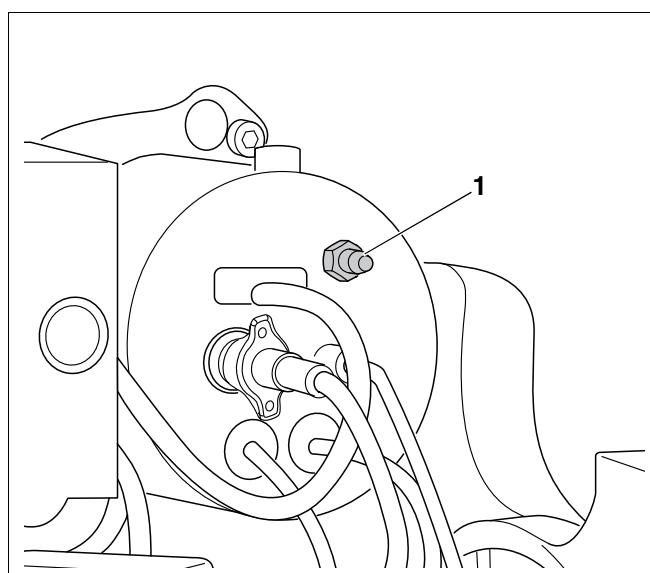

Fig. 36 Point de mesure pour la pression statique du ventilateur
- Raccorder l'appareil de mesure pour la pression statique du ventilateur sur la tuyère de mesure de pression (fig. 36, **pos. 1**).